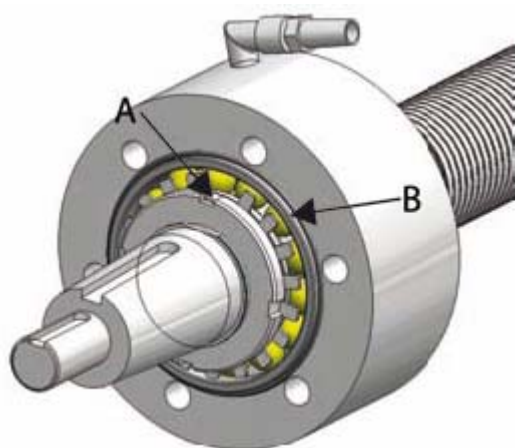

Figura 20. Aletta di fissaggio
7. Inserire una aletta di fissaggio nella gola del dado (figura 20, punto A).
8. Posizionare l'o-ring tra cassa del cuscinetto e suo coperchio sull'anello esterno del cuscinetto (figura 20, punto B).
(figura 20, punto B).